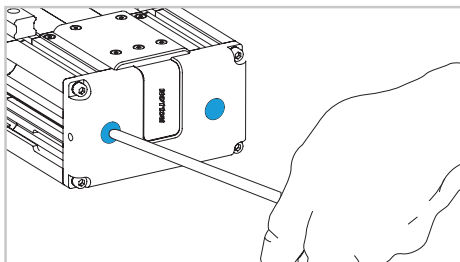

Fig. 10
- 11) Rimuovere le viti del serracinghia (Fig. 10).